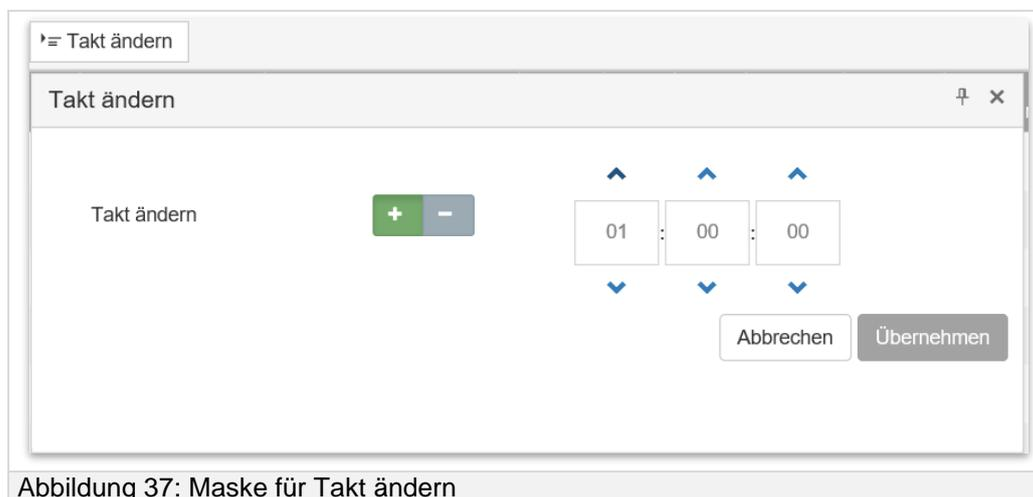

Abbildung 37: Maske für Takt ändern
- „**Takt ändern**“ addiert oder subtrahiert den eingegebenen Wert zu allen eingetragenen Ankunfts- oder Abfahrtszeiten (siehe Abbildung 37)